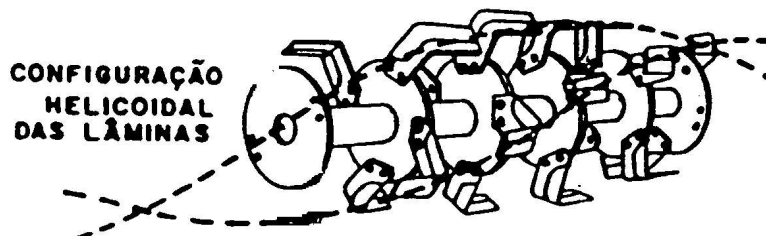

FIG. 6
- a – Como são (08) furos por flange, comece a montagem pelo flange da extrema esquerda: escolha (02) furos quaisquer e monte a 1ª lâmina direita. Salte (02) furos e monte a 2ª lâmina direita.
- b - No 2º flange, comece montando uma lâmina direita imediatamente à frente de outra similar do primeiro flange. Em seguida salte (02) furos e monte a 2ª lâmina. Feito isto, monte à frente de cada lâmina direita, uma esquerda. Siga o sentido do helicóide até o último flange (fig. 6).